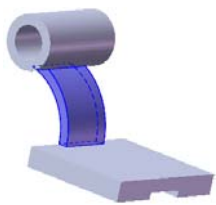
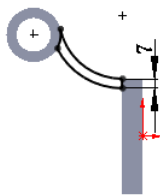

图 3.32.8 拉伸 4
图 3.32.9 横断面草图
Step5. 创建图 3.32.8 所示的零件特征——拉伸 4。选取右视基准面作为草图基准面，绘制图 3.32.9 所示的横断面草图，采用系统默认的拉伸深度方向，在  区域的下拉列表中选择  选项，输入深度值 40.0。